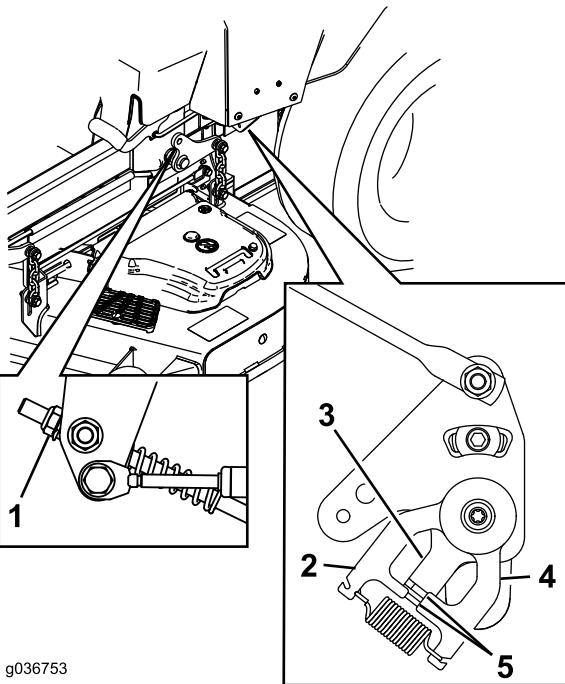

Figura 67
11. Ajuste os comprimentos da barra de controlo da bomba rodando a porca na direção adequada até as rodas andarem ligeiramente para trás (Figura 67).